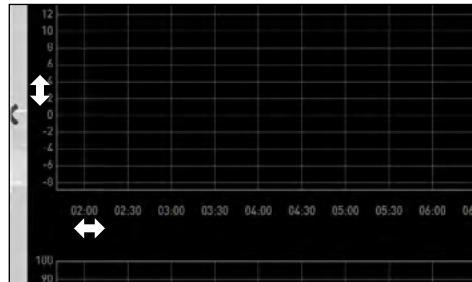

Рис. 11
- Чтобы изменить масштаб только по оси времени (ось x) или только по оси значений параметра (ось y), поместите курсор на метку соответствующей оси. Курсор принимает форму двунаправленной стрелки. Прокручивая колесико мыши, выполните масштабирование соответствующей оси (Рис. 11).